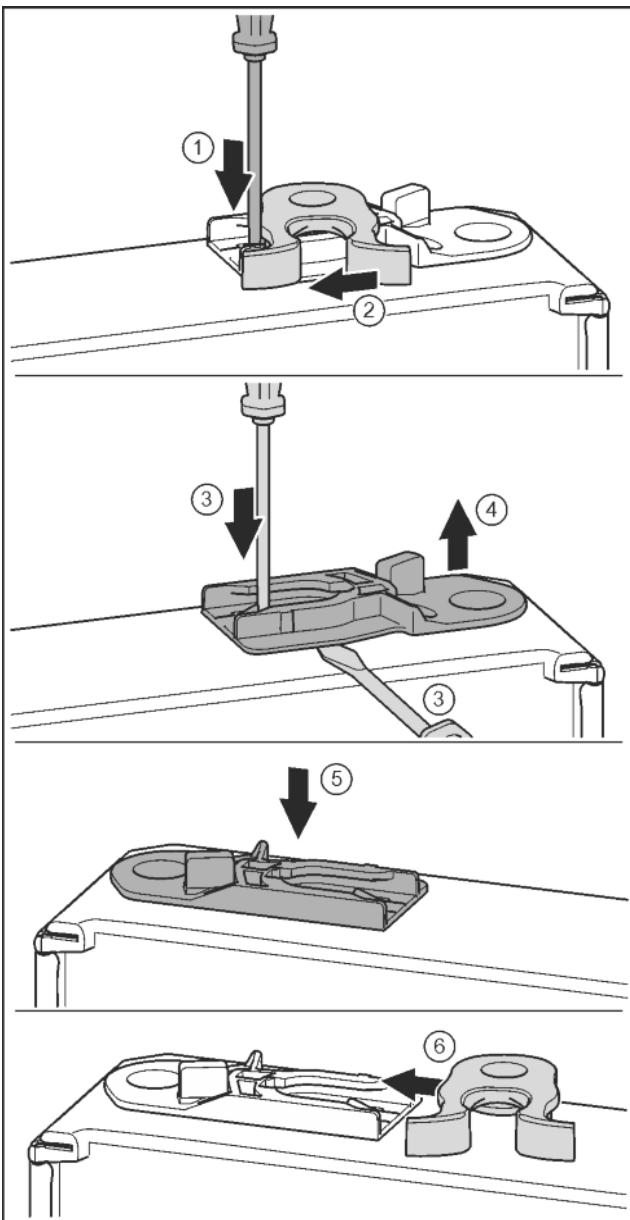

Fig. 18
- За допомогою шліцевої викрутки притисніть униз накладку. *Fig. 18 (1)*
- Витягніть із напрямної запірний гачок. *Fig. 18 (2)*
- Витягніть направляюче гніздо: Натисніть шліцевою викруткою накладку і одночасно підведіть її під направляюче гніздо. *Fig. 18 (3, 4)*
- Направляюче гніздо, що входить до складу поставки, вставте з іншого боку корпуса. *Fig. 18 (5)*
- Вставте в направляючу запірний гачок. *Fig. 18 (6)*